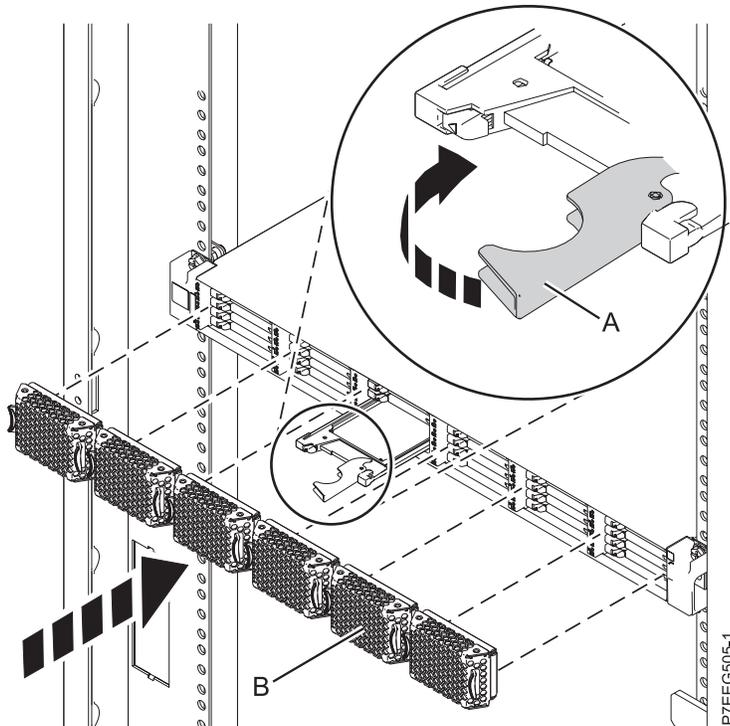

Figure 8. Installation d'une unité SSD dans le Boîtier de stockage PCIe 58/88
1. Avec la poignée en position déverrouillée, alignez l'unité SSD avec les rails de guidage dans le boîtier. Pour plus d'informations, voir figure 8, à la page 18.
5. Tournez la poignée (A) pour la mettre en position verrouillée.
6. Installez le panneau (B).